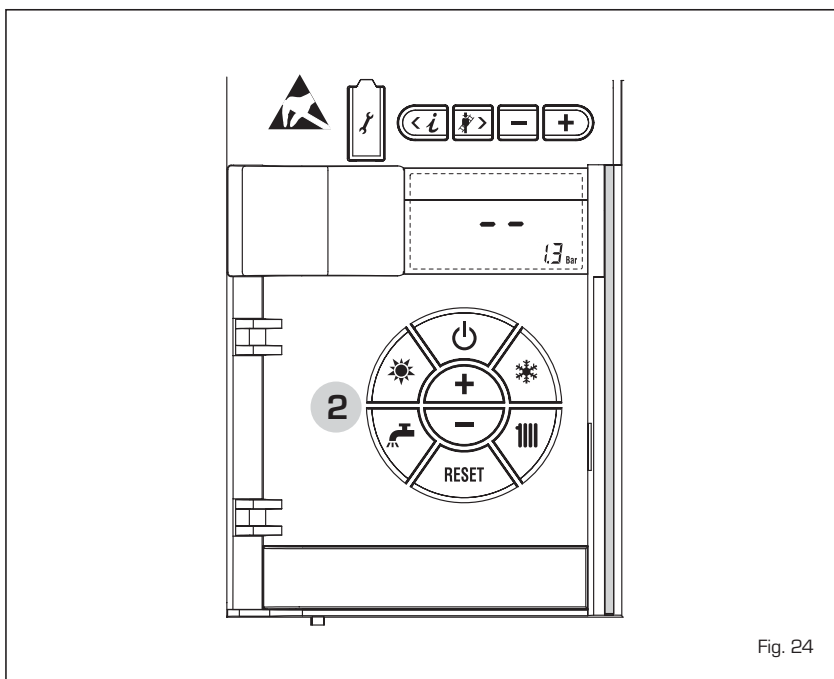

Fig. 24
ENCENDIDO MÓDULO INDIVIDUAL (fig. 24)
APAGADO MÓDULO INDIVIDUAL (fig. 24)
En caso de breves ausencias, pulsar la tecla del panel de mandos (pos. 2). El display se presenta como indica la fig. 24.